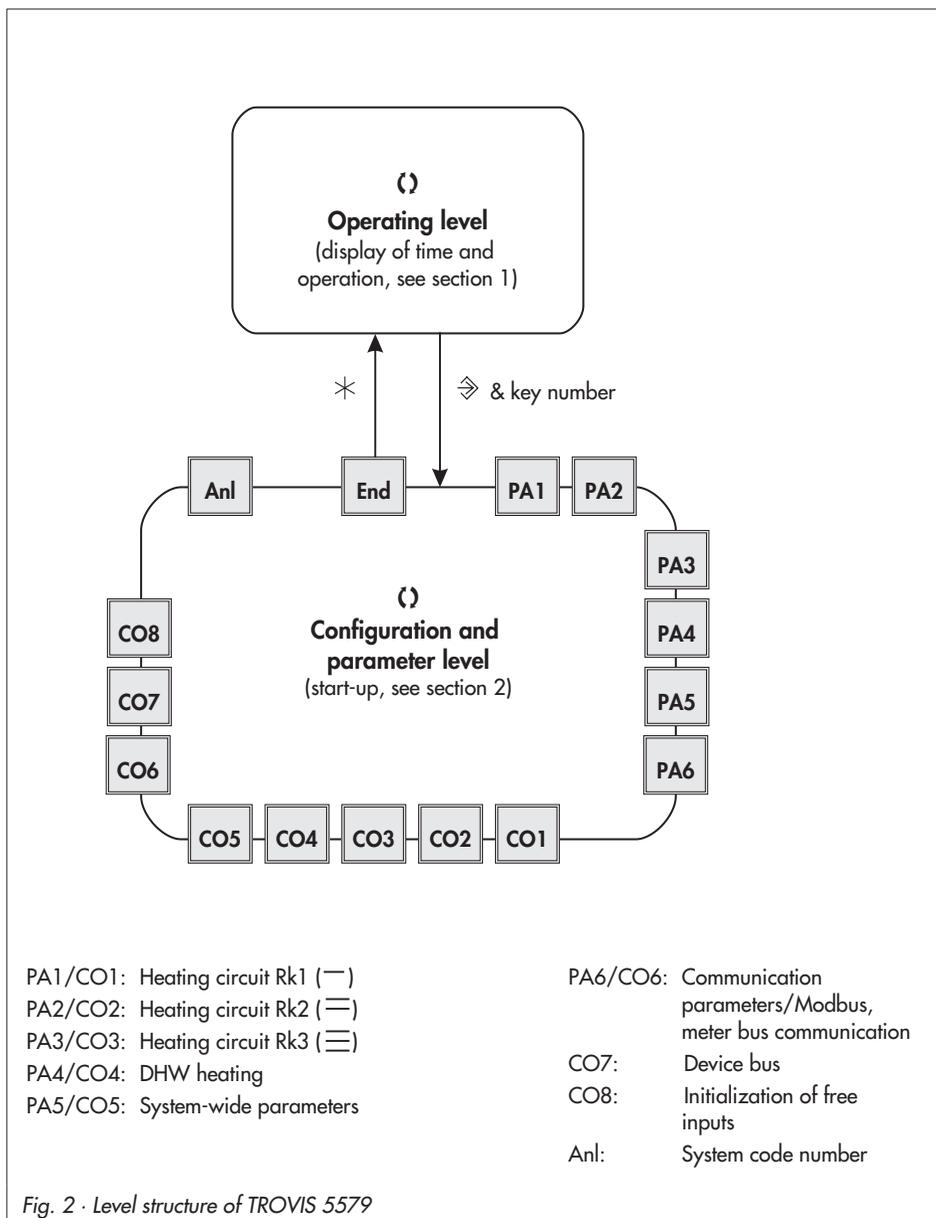

Fig. 2 · Level structure of TROVIS 5579
- (**⏏**) Select **An1** (-> Fig. 2).
- (C) Select configuration level (-> Fig. 2).
- (C) Select function block.
⌚ Select parameter level (-> Fig. 2).